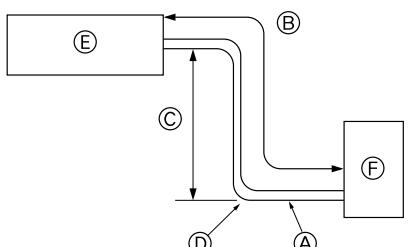

Fig. 2-1
① Tubo de empalme ×1
2.1. Tubería de refrigerante (Fig. 2-1)